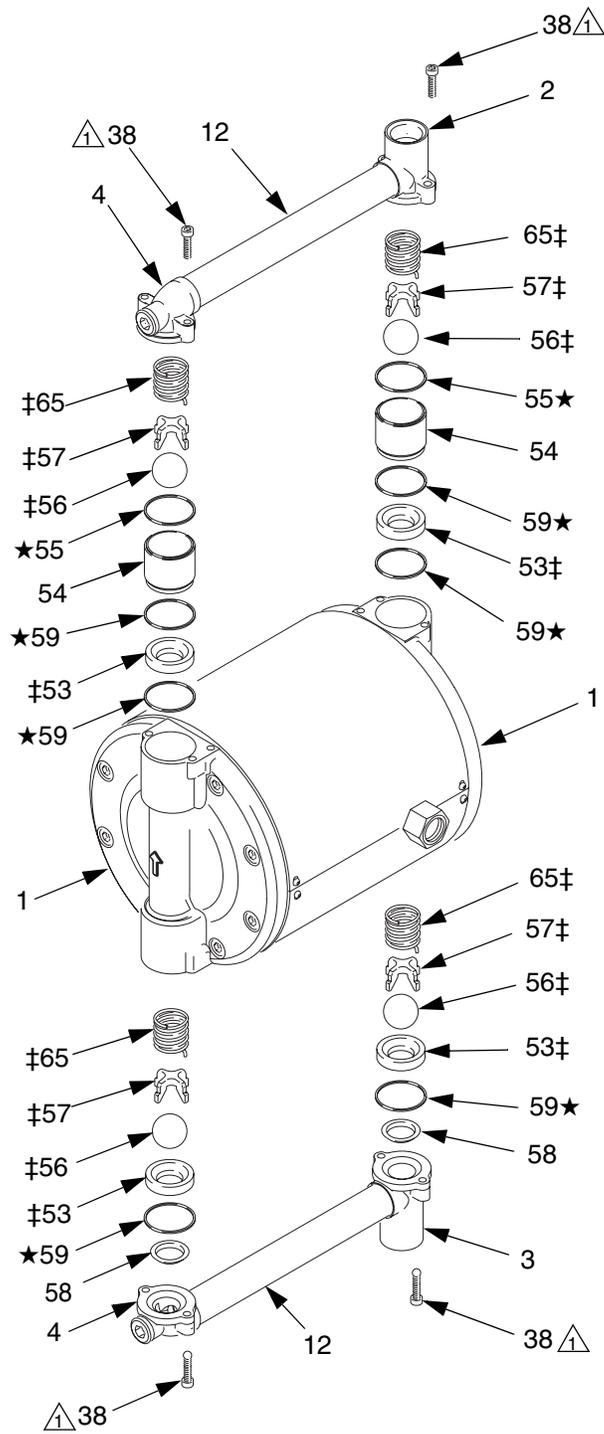

FIG. 8. Sostituire le valvole di ritegno a sfera
2. Rimuovere le viti (38) e togliere i gruppi del tubo dalla pompa. Vedere FIG. 8.
3. Rimuovere le molle (65), le guide delle sfere (57) e le sfere (56) dalle valvole di ritegno dell'uscita (superiore).
Le valvole di ritegno a sfera dell'uscita devono essere installate come mostrato in FIG. 8:
Le valvole di ritegno a sfera dell'ingresso devono essere installate come mostrato in FIG. 8: